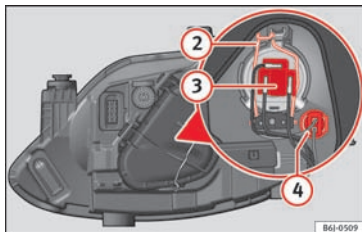

Fig. 94 Nær-/fjernlys og positionslys i enkelt forlygte
- Træk stikket » Fig. 94 ③ af pæren.
- Tag fjederen » Fig. 94 ② af ved at trykke den ind og dreje mod højre.
- Træk pæreholderen » Fig. 94 ④ ud.